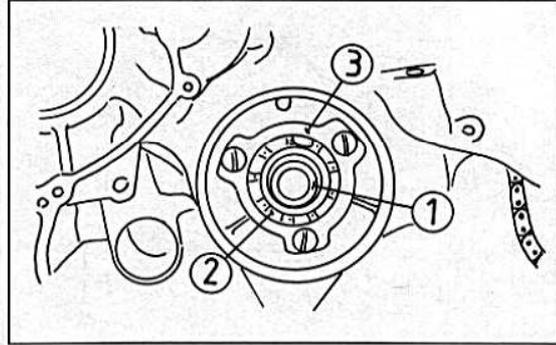

Bild 257
- Das Lagerhalteblech mit 10 Nm festziehen (Bild 257).